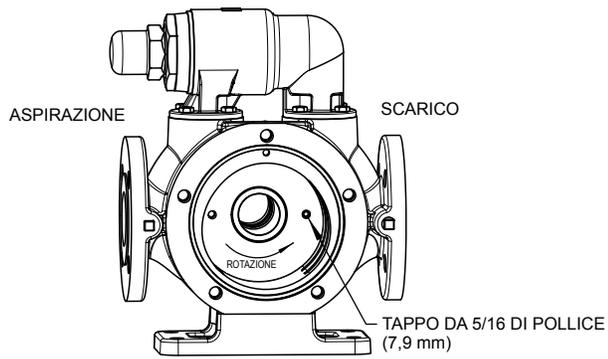

FIGURA 7
2. Accertarsi che il foro di risucchio/lavaggio sia tappato come indicato in **Figura 7**.